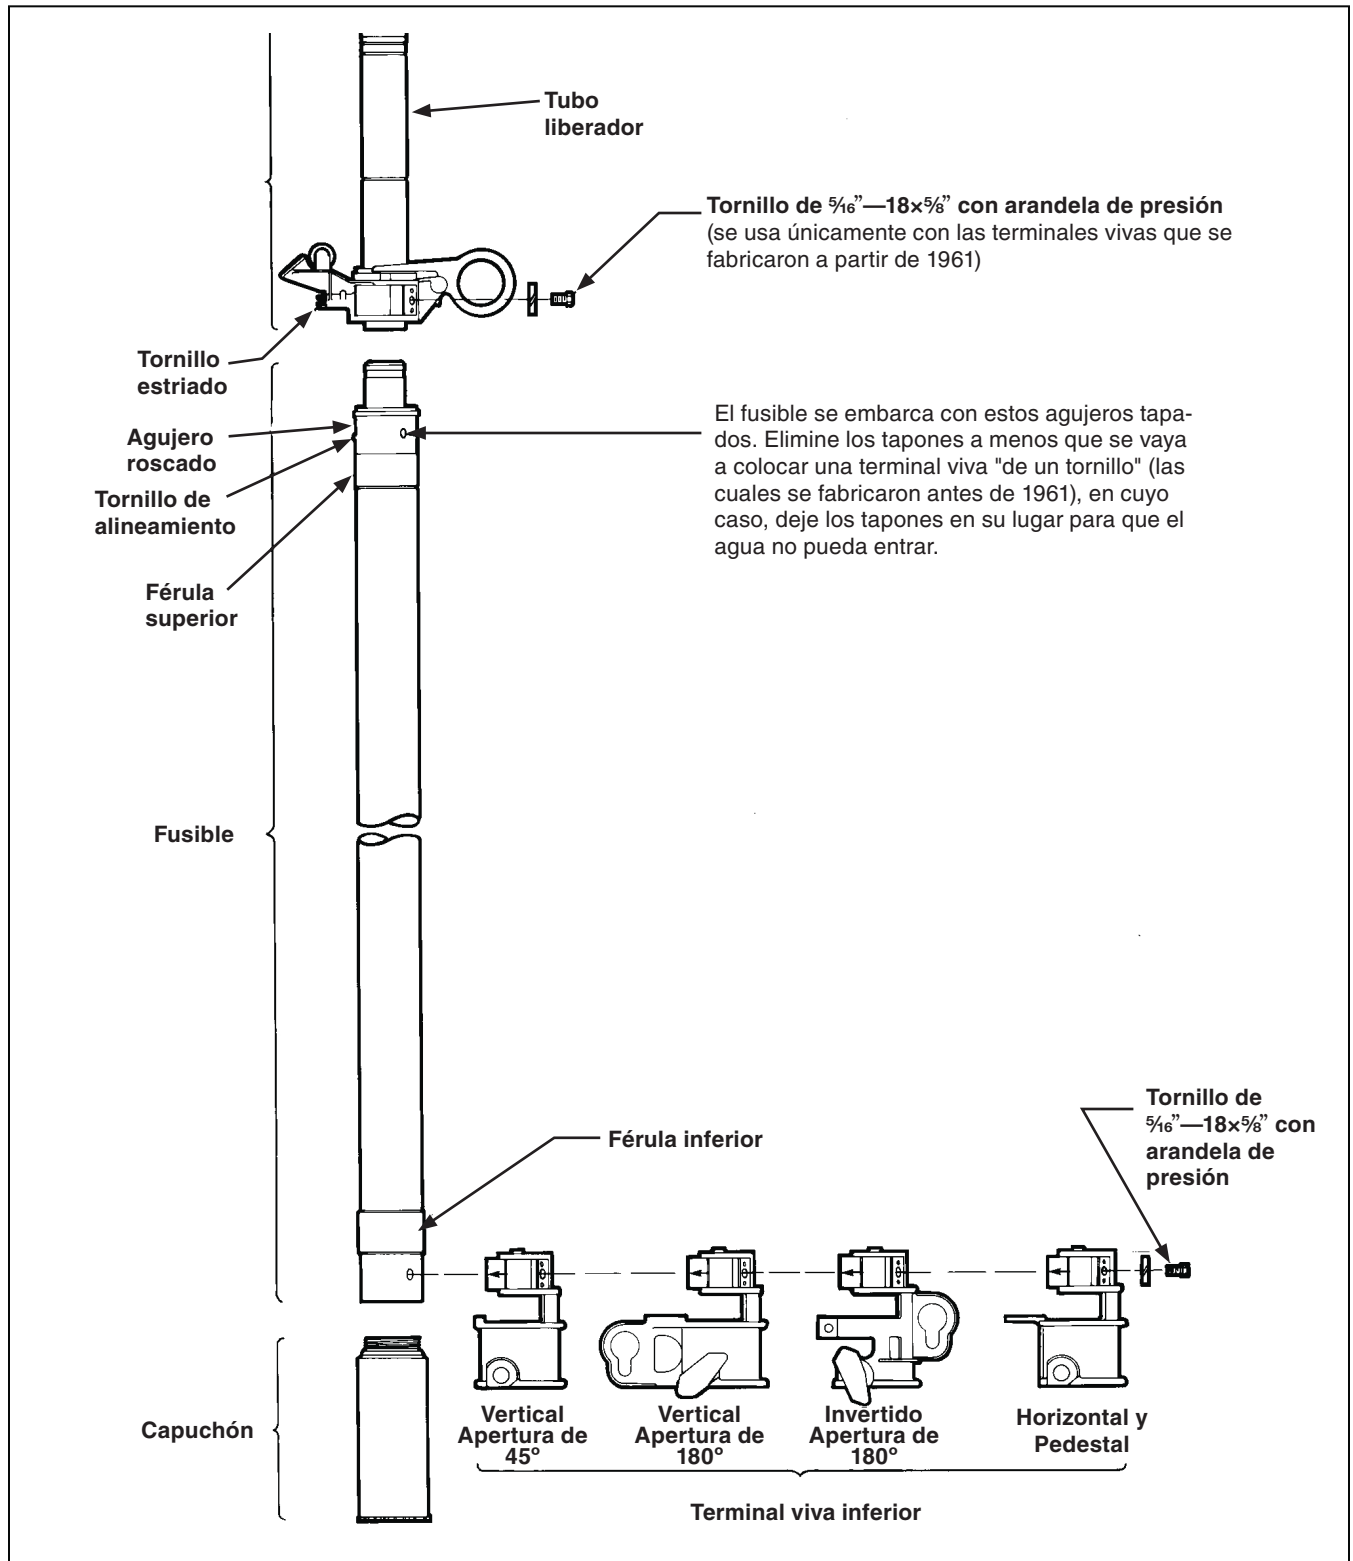

Figura 7. Terminales vivas para los Fusibles SMD-2B.
- PASO 1.** Como revisión final, para asegurarse de que el conjunto del seguro haya quedado ajustado correctamente, lentamente levante el tubo liberador y mida la cantidad de la carrera de dicho tubo que se necesita para desenganchar el conjunto del fusible. Vea la Figura 7 en la página 13. La cantidad de carrera del tubo liberador que se necesite para desenganchar el conjunto del fusible debe ser de por lo menos $\frac{3}{16}$ de pulgada (5 mm), pero de no más de $\frac{1}{4}$ de pulgada (14 mm). De ser necesario, afloje los tornillos que aseguran el conjunto del contacto superior y del seguro y mueva dicho conjunto hacia el del contacto inferior y de bisagra para obtener más carrera del tubo liberador o aléjelo de éste conjunto para reducir la carrera del tubo liberador. Cuando se obtenga la carrera especificada del tubo liberador, apriete bien los tornillos que aseguran el conjunto del contacto superior y del seguro.
PASO 1. Revise la terminal viva superior para asegurarse de que el tubo liberador se deslice libremente. Vea la Figura 7 en la página 13. Si no es así, utilice una terminal viva superior nueva.
Jale el tornillo estriado hacia afuera de la carcasa de la terminal viva superior tanto como sea posible y deslice la terminal viva superior sobre la férula superior del fusible hasta que la ranura de media luna, la cual se ubica debajo del tornillo estriado de la carcasa de la terminal viva superior, siente sobre la cabeza del tornillo de alineamiento que está debajo del agujero roscado de la férula del fusible. Apriete firmemente el tornillo estriado en el agujero roscado. Instale los dos tornillos de acero inoxidable de $\frac{5}{16}$ "— $18 \times \frac{5}{8}$ " y las arandelas de presión (que se suministran) como se muestra en la Figura 7 en la página 13.